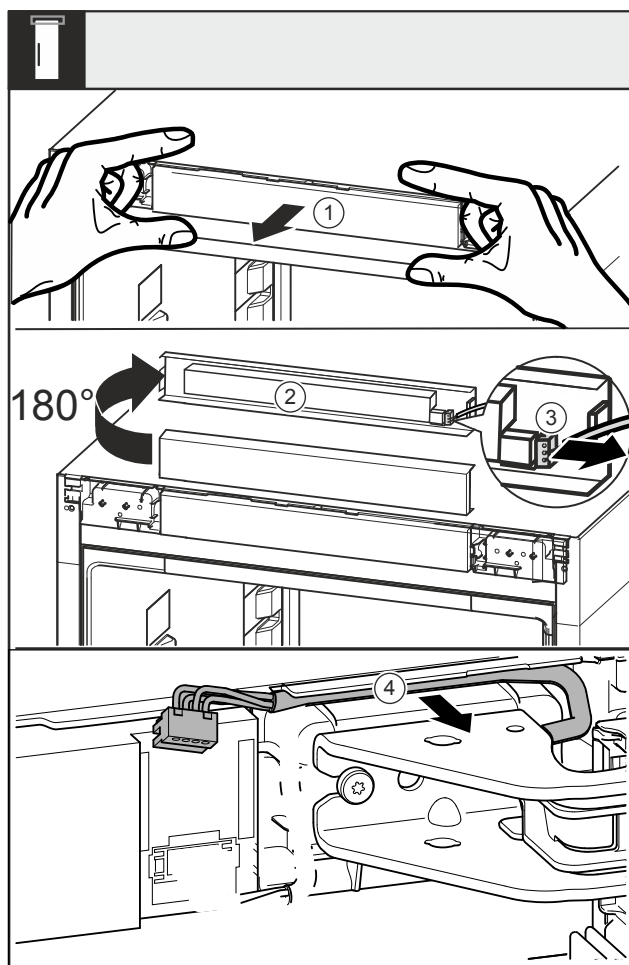

Fig. 16
- Uvolněte záslepku Fig. 16 (1) směrem dopředu.
- Záslepku Fig. 16 (2) otočte o 180° nahoru.
- Západku na zástrčce Fig. 16 (3) zatlačte dozadu a opatrně vytáhněte zástrčku.
- Kabel Fig. 16 (4) nad stojanem ložiska uvolněte z vedení.